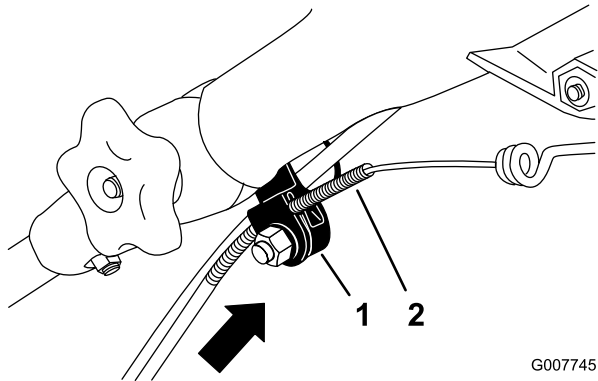

Figura 46
**Nota:** Puede colocar una regla contra el lado superior del soporte del cable negro para medir el desplazamiento del extremo superior de la cubierta del cable (Figura 46).